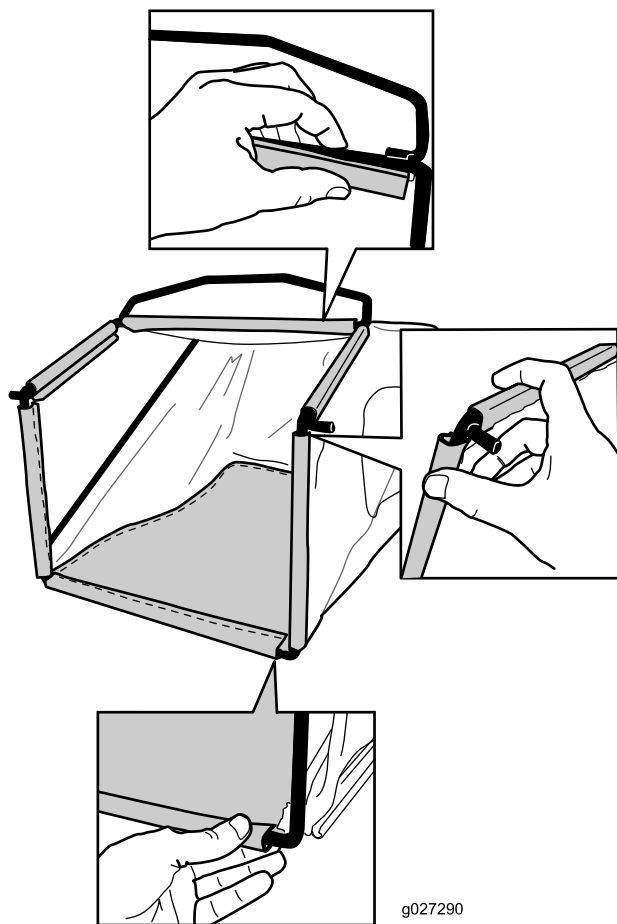

Figura 8
2. Enganche el canal inferior de la bolsa en la parte inferior del bastidor (Figura 8).
3. Enganche los canales superiores y laterales de la bolsa en la parte superior y en los laterales del bastidor, respectivamente (Figura 8).